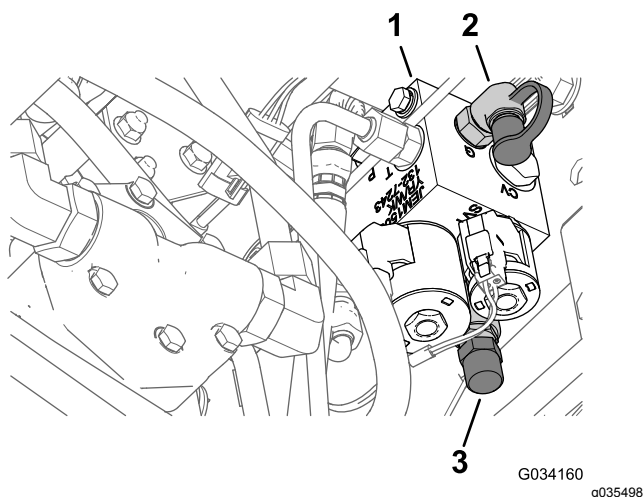

Figura 14
3. Conecte un manómetro al punto de prueba situado en la parte trasera del distribuidor de elevación (**Figura 14**)
4. En la parte delantera del distribuidor de elevación, retire el tapón de la válvula de transferencia de peso (**Figura 14**).
5. Afloje la contratuerca de la parte inferior de la válvula de transferencia de peso (**Figura 14**).